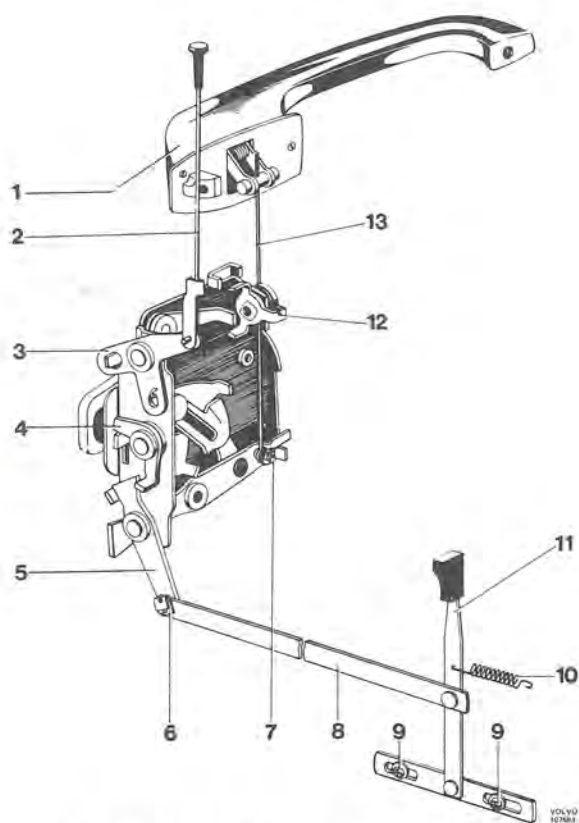

Bild 17. Dörrlås, främre (tidigare utförande)
Demontering av dörröppnare (bild 17, 18, 19 resp 20)
2. Lossa klämman som håller ytterhandtagets dragstång (2, bild 17 och 19) till låset.
1. Skruva först fast dragstängen (2, bild 17 och 18) i ytterhandtaget.